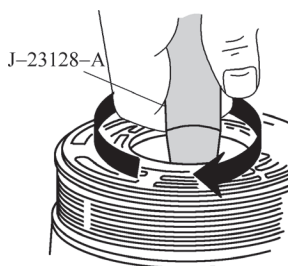

图 5-85 轴密封圈的拆卸
①从车上拆下压缩机。
②拆出离合器盘和毂总成。
③顺时针转动专用工具，拆出轴密封圈如图5-85所示。